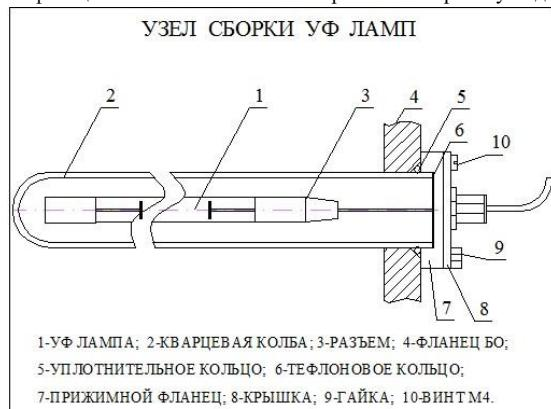

Рис. 2 Узел сборки ламп
4.2. На рис.2 представлен узел сборки УФ ламп. Гидроизоляцию кварцевого кожуха -2 в корпусе БО обеспечивает уплотнительная прокладка круглого сечения 5, поджатая с помощью трех гаек -9 фланцем 7. Винты -10 прижимают крышку -8 для извлечения УФ лампы.
6.4. При обнаружении протечки подожмите уплотнительную прокладку (5 на рис.2).
**Внимание! Болты (9) на фланцах (6) следует подтягивать с осторожностью, поочередно и равномерно, чтобы не разрушить кварцевые кожухи.**